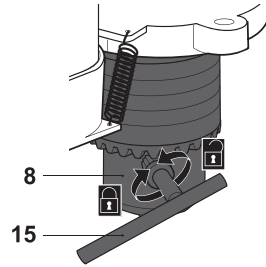

Fig. 11
- > Pliegue la protección del portabrocas (9).
- > Inserte la llave del portabrocas (15) en el portabrocas (8) y gírela en sentido antihorario hasta que las pinzas del portabrocas se abran lo suficiente para poder insertar la broca (Fig. 11).
- > Inserte la broca en el portabrocas (8) hasta el fondo.
- > Gire la llave del portabrocas (15) en sentido horario hasta que la broca quede sujeta correctamente por las pinzas del portabrocas. Asegúrese de que la broca está centrada en el portabrocas.
- > Retire la llave del portabrocas (15) y baje la protección del portabrocas (9).